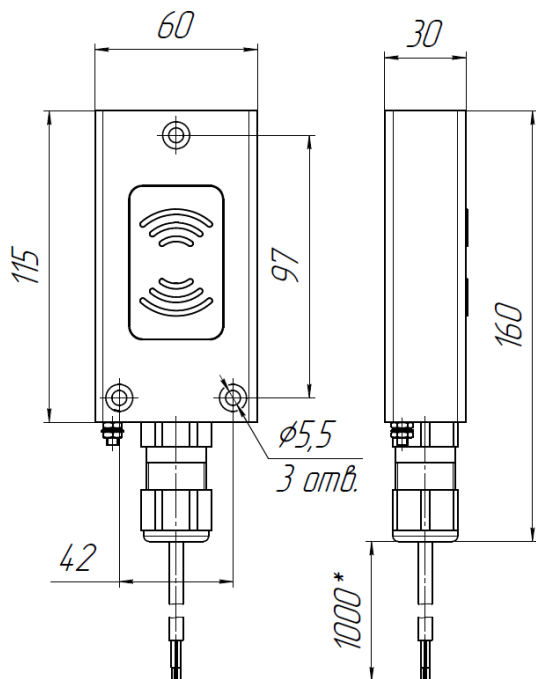

Рис.1 Габаритные размеры
Габаритные размеры, мм (рис.1)	115х60х30
5.3 Габаритные и установочные размеры считывателя показаны на рис.1